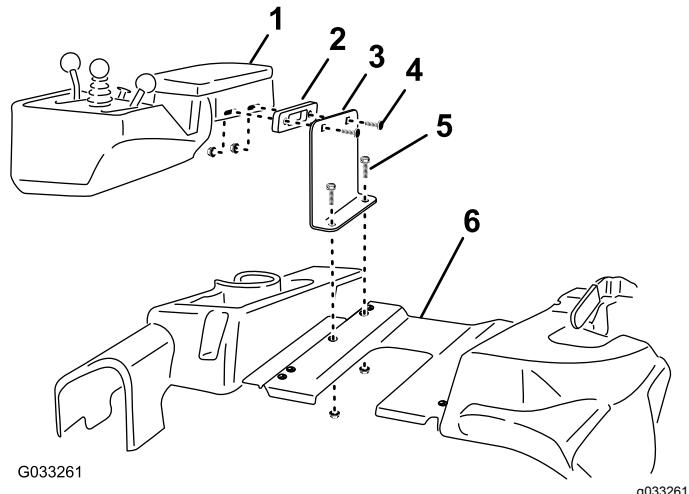

Figure 1
- Si vous montez ce kit sur un groupe de déplacement à moteur diesel neuf non équipé d'un siège, retirez les 4 boulons de carrosserie et les 4 écrous qui fixent le support d'expédition au plateau du siège et à l'accoudoir (Figure 1). Mettez au rebut le support d'expédition et les fixations du plateau de siège. Conservez les fixations et l'entretoise de l'accoudoir.